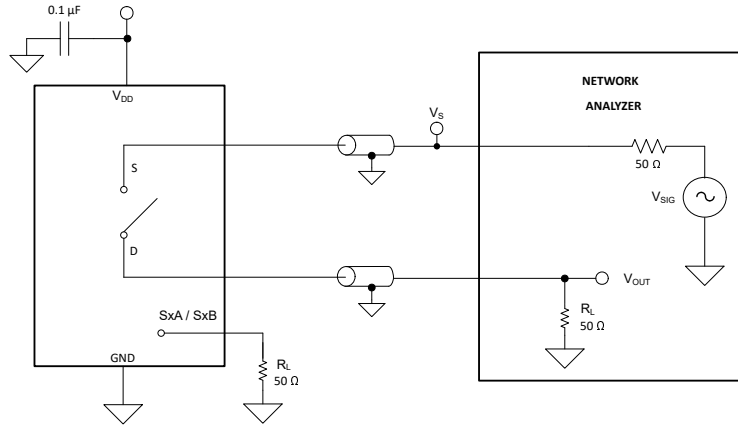

図 6-13. オフ絶縁測定時の設定
オフ絶縁は、オフチャンネルのソースピン (Sx) に信号が印加された場合に、そのデバイスのドレインピン (D) に現れる信号の比率として定義されます。図 6-13 に、オフ絶縁の測定を行う際の設定と、オフ絶縁の計算に使用する式を示します。